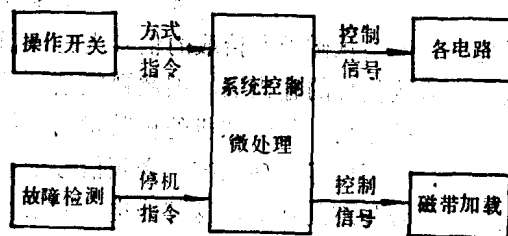

图 1—8 系统控制功能图
4. 系统控制。录像机系统控制部分的功能如图 1—8 所示。系统控制作用：
①实现工作状态的转换。②当可能发生损坏录像机的非正常情况或误动作时，便自动停机进行保护。也就是说，让录像机按人们的要求执行各种动作，完成各电路和机械装置的转换。系统控制是录像机电路部分和机械部分联系极其紧密的部分。它通过各种开关的动作，控制相应磁控开关接通，来带动机械部分动作，从而实现各种工作状态的转换。同时还通过电气方法来检测机器的工作状态，以便实现控制停止机构的动作。主要是磁带在运行中，如果发生故障就会使录像机自动处于停止状态，以保护机器和磁带。当前在许多录像机中，系统控制采用微处理器进行控制，而目前市场上所销售的家用录像机几乎全部采用了微处理器进行系统控制。这不仅使录像机的操作更加方便可靠，而且还具有预选节目，选定不同记录时间及实现无人操作自动记录等新功能。这种系统控制已成为录像机中别具一格的部分。